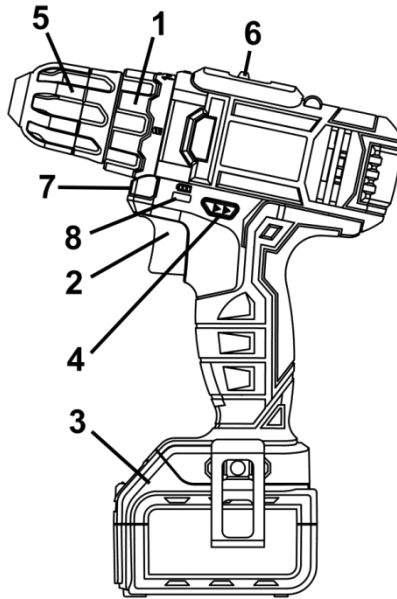

Рисунок 1
5.1.3 Встановіть необхідний крутний момент за допомогою кільця регулятора моменту затягування (1, рисунок 1).
5.3 Для включення виробу натисніть на клавішу вимикача (2, рисунок 1). Для відключення виробу слід клавішу відпустити. Регулювання швидкості обертання патрону здійснюється ступенем натискання на клавішу вимикача.